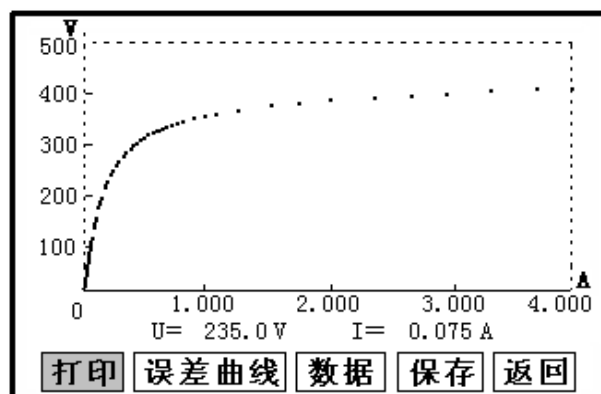

图 7
接线图见(图 6)，测试仪的 K1、K2 为电压输出端，试验时将 K1、K2 分别接互感器的 S1、S2 (互感器的所有端子的连线都应用开)。合上功率开关，设置完毕按“**开始**”键后，再按下“**确定**”键，即可进入试验界面。试验开始后仪器将自动升压、升流并在界面上实时显示电压、电流值。当实际电压、电流值达到设置输出电压或输出电流值时试验结束，调压器回零后，切断电压输出，显示拐点电压、电流值，并绘出伏安特性曲线图。(见图 7)
试验结束后，屏幕显示出伏安特性测试曲线（见图 7）。该界面上各操作功能如下：
- **误差曲线**：在图 7 的界面中，将光标移至“误差曲线”选定后，屏上
如果用户想查看或转存其中的某一个记录，可以将光标移动到该组记录，点击后液晶屏上会显示此记录的伏安特性曲线，如图 7 所示，在此界面下，用户可以打印，计算误差曲线，查询拐点、数据等功能。